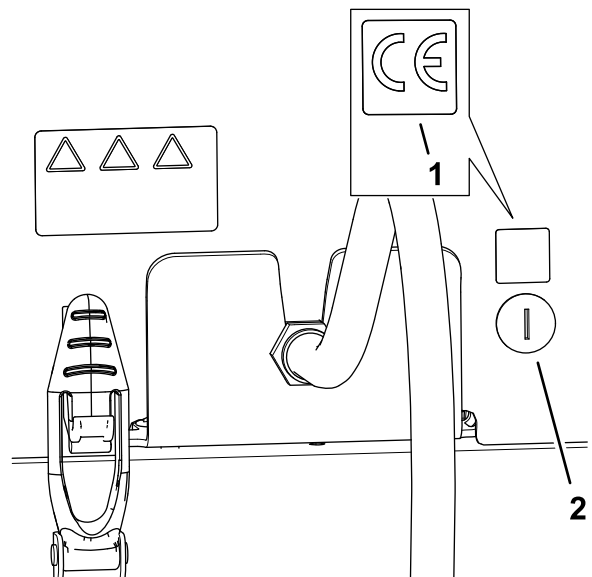

Bild 37
- Verwenden Sie Reinigungsalkohol und einen sauberen Lappen, um den Bereich der Haube neben dem Haubenschloss zu reinigen, und lassen Sie die Haube trocknen (Bild 37).